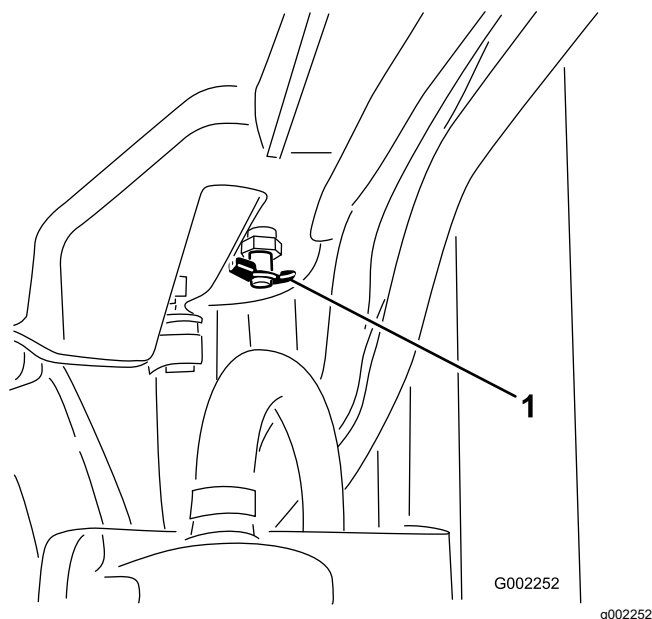

図 99
4. ドレンバルブを開いて冷却液を排出する 図 99。
5. ドレンバルブを閉じる 図 99。